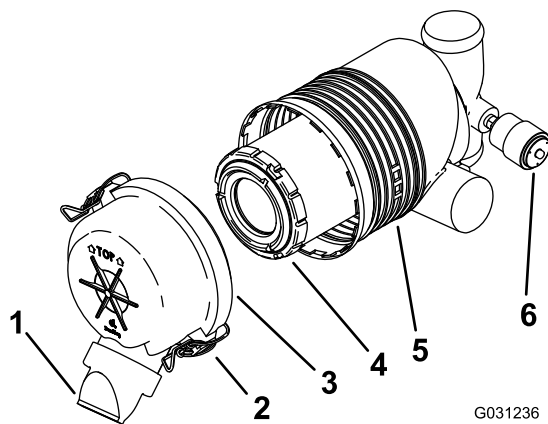

図 43
重要エアクリーナのフィルタの交換は、インジケータが赤色になってから行ってください 図 43。早めに整備を行っても意味がありません。むしろフィルタを外したときにエンジン内部に異物を入れてしまう危険が大きくなります。
5. エアクリーナのラッチを外し、ボディーからカバーを抜き出す 図 43。
- インジケータが透明であれば、ダストキャップを下に向けてエアクリーナカバーを取り付けてラッチを掛ける 図 43。
1. エアクリーナのボディーから、フィルタをはずかに引き出す (図 43)。
3. 注意深くフィルタを取り付ける 図 43。
4. ダストキャップを下に向けてエアクリーナカバーを正しく取り付け、ラッチを掛ける 図 43。